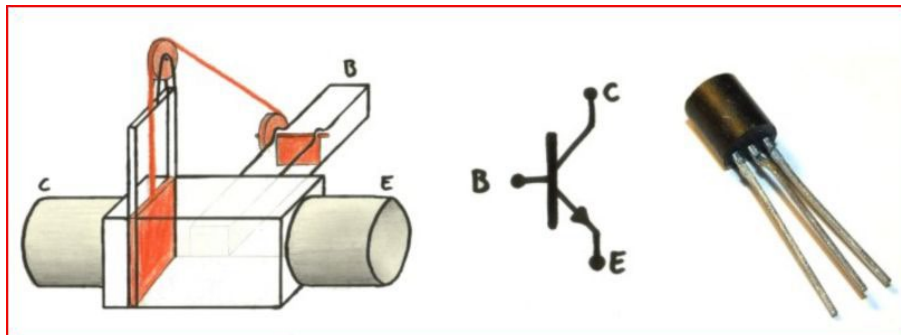

Abb. 8: Wassermodell eines Transistors (links), sein Schaltsymbol (Mitte) und eine typische Bauform (rechts).
Transistoren bieten die Möglichkeit, mit einem kleinen Basisstrom einen erheblich größeren Kollektorstrom zu steuern. Dies können wir uns leicht durch das links in Abb. 8 gezeigte Wassermodell vorstellen. Ein kleiner Strom von B nach E öffnet das kleine Tor, wodurch über den Seilzug das Haupttor geöffnet wird, so dass ein großer Strom von C nach E fließen kann. Die Anschlüsse eines Transistors heißen Basis (B), Emitter (E) und Kollektor (C).